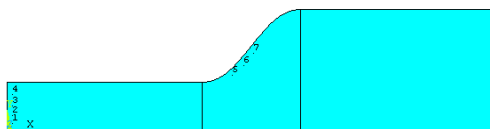

图 5-69 选取的点
④获得流体质点的运动轨迹动画：依次选择 Main Menu→General PostProc→Plot Results→Defi Trace Pt，会弹出拾取对话框。拾取如图 5-69 所示的几个点（大概位置就可以），单击“OK”按钮关闭对话框。
⑤依次选择 Utility Menu→PlotCtrls→Animate→Particle Flow，会弹出“Animate Flow